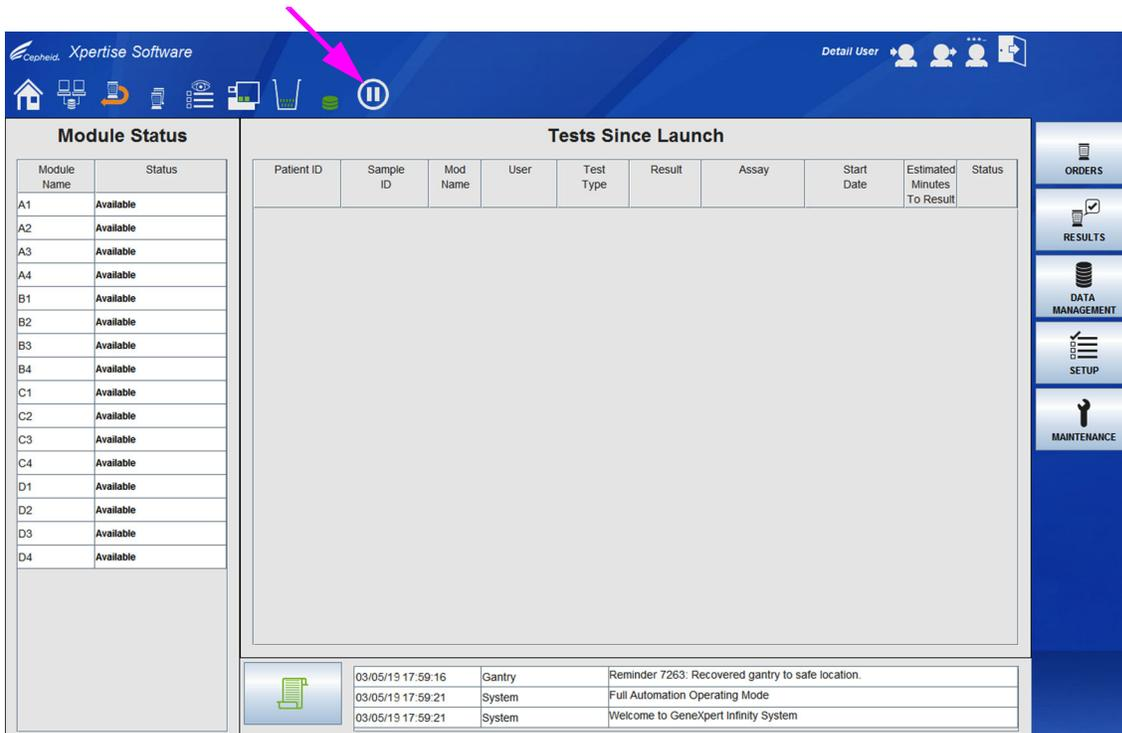
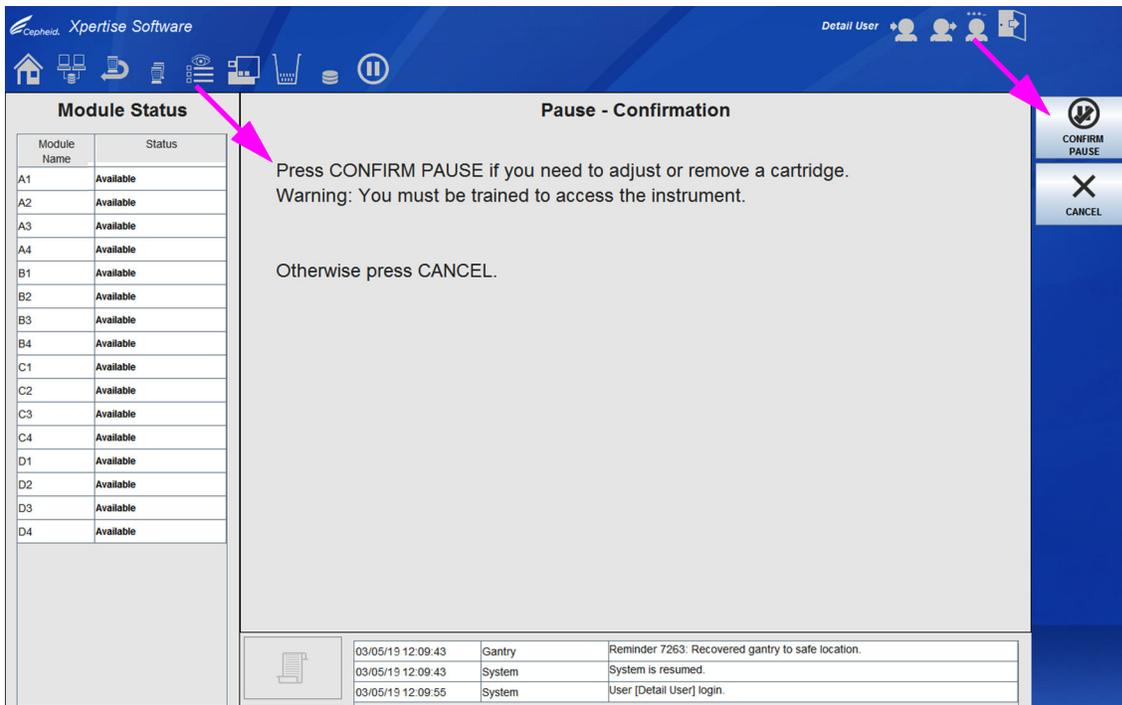
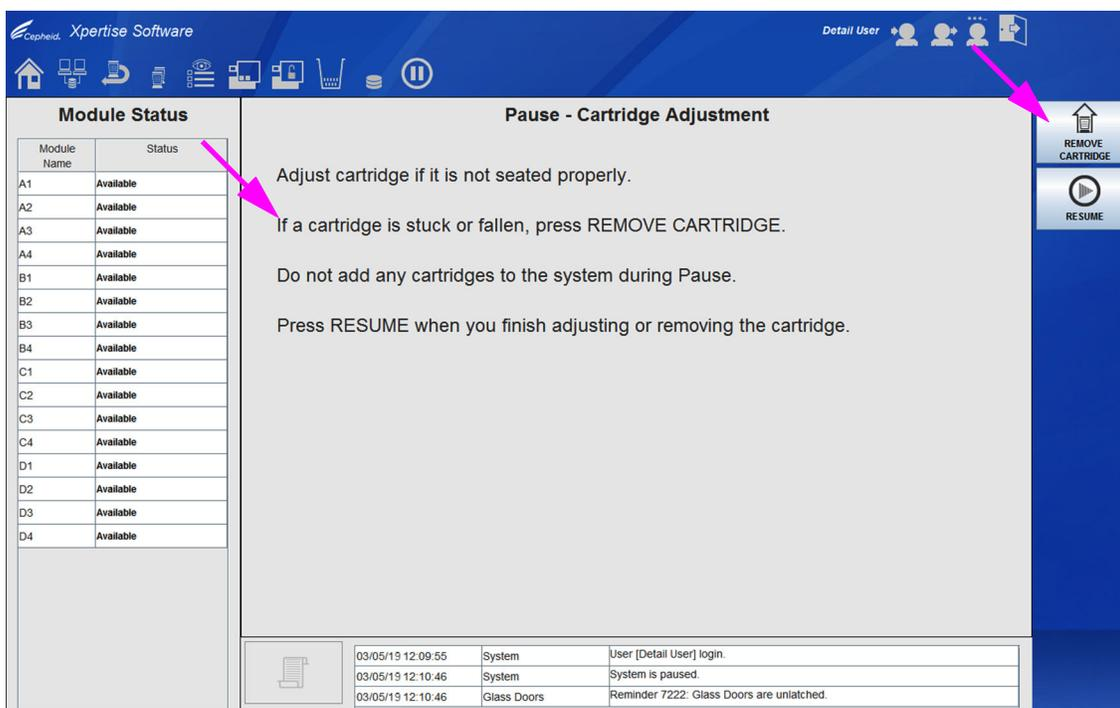

图 10-38. Xpertise 软件主页工作区
图 10-39. 暂停 - 确认 (Pause - Confirmation) 工作区
图 10-40. 暂停 - 检测盒调整 (Pause - Cartridge Adjustment) 工作区
1. 选择位于控制面板上的**暂停**图标（参见图 10-38）。暂停 - 确认 (Pause - Confirmation) 工作区会显示。请参见图 10-39。
2. 阅读并执行暂停 - 确认 (Pause - Confirmation) 工作区中提供的说明（参见图 10-39）并选择**确认暂停 (CONFIRM PAUSE)**按钮。暂停 - 检测盒调整 (Pause - Cartridge Adjustment) 工作区会显示。请参见图 10-40。
3. 阅读并执行暂停 - 检测盒调整 (Pause - Cartridge Adjustment) 工作区中所提供的说明。请参见图 10-40。取出和扫描卡住或被平移式机械臂丢下的检测盒。